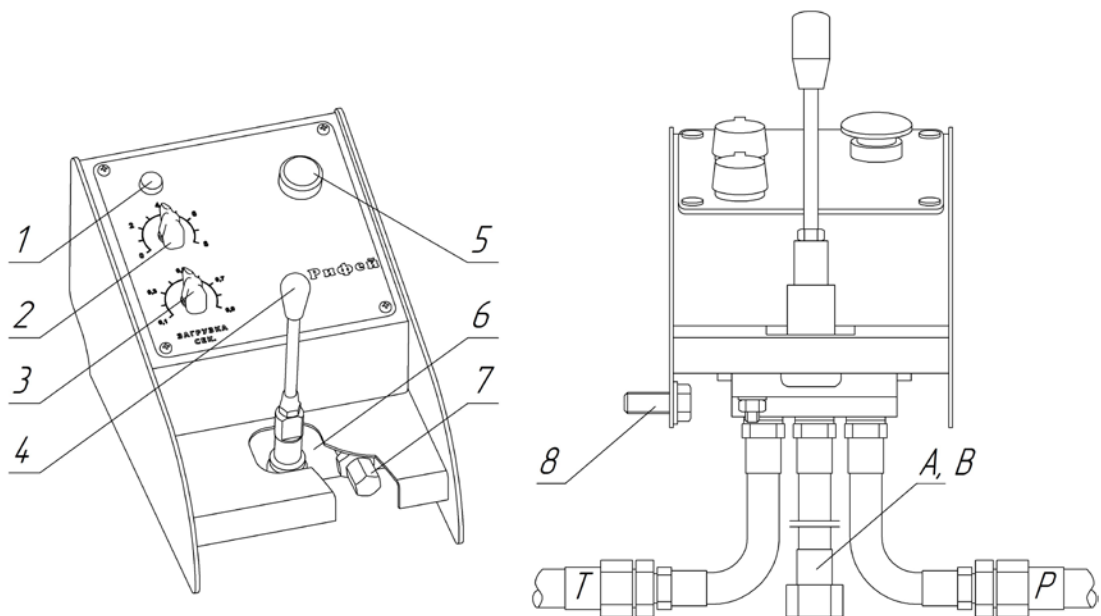

Рисунок 2. Пульт управления.
Управление модулем осуществляется с пульта управления рисунок 2.
- К освободившемуся штуцеру пульта вибропресса присоединить РВД «Р» от пульта модуля (рисунок 2);